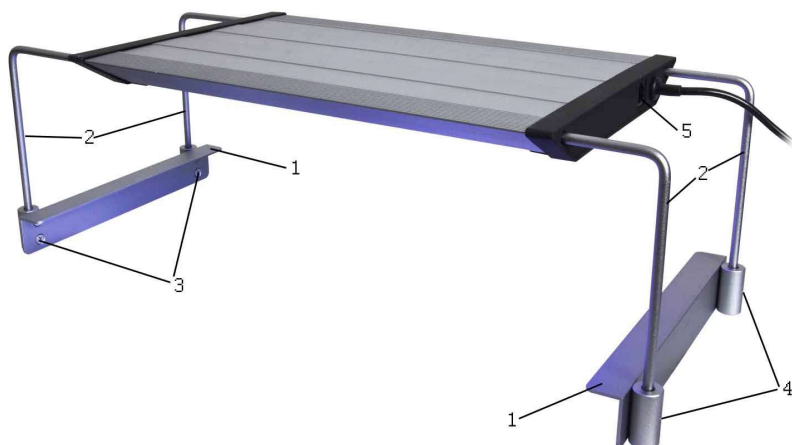

Fig. 2: aquarius plant plus incluso fissaggio
- Fissaggio all'acquario (fare riferimento alla Fig. 2)
Gli appoggi (Fig. 2, No. 2) vanno posizionati nelle guide della plafoniera **aquarius plant plus**. Quindi l'altezza richiesta è regolata con le viti a brugola nelle guide laterali (Fig. 2, No. 4). Inclusa c'è una chiave per chiudere le viti laterali. Il fissaggio (Fig. 2, No. 1) va montato sul lato frontale dell'acquario. La distanza desiderata si ottiene muovendo gli appoggi nei binari delle guide.